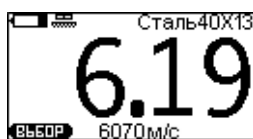

Рисунок 2.16 – Дисплей после проведения измерения
9. Добиться устойчивых показаний измеряемой толщины на дисплее (рис. 2.16).